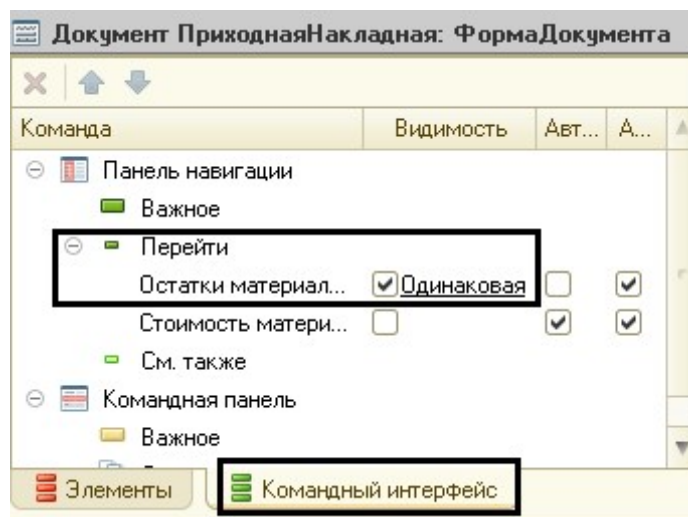
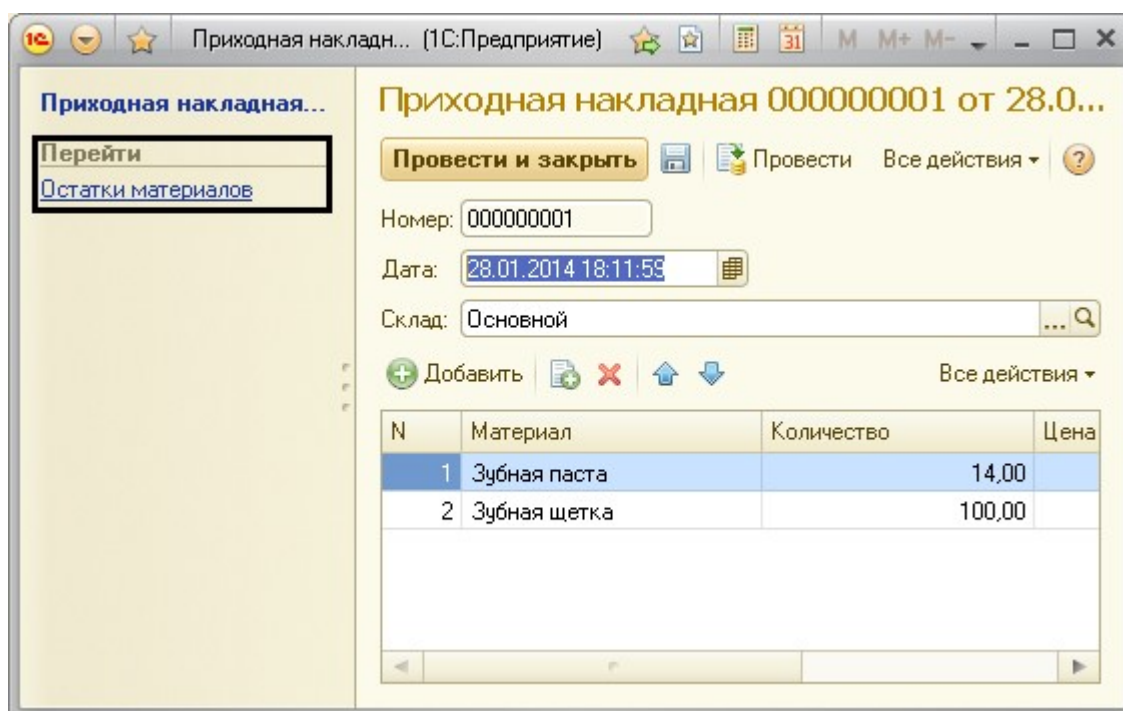

Рисунок 42 Вкладка Командный интерфейс
Рисунок 43 Переход в регистр Остатки материалов 10.
9. У документа **ПриходнаяНакладная** откройте ранее созданную форму. Для формы на вкладке **Командный интерфейс** в группе **Перейти** отметьте видимость регистра **Остатки материалов** (рис. 42). Проверьте в режиме «1С:Предприятие» (рис. 43).